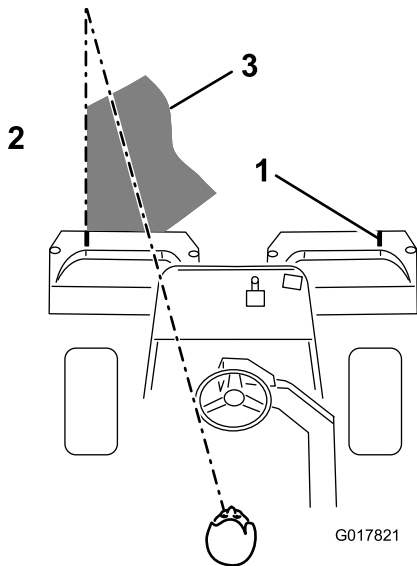

図 39
- 行きと帰りでのオーバーラップができるだけ小さくなるように運転します。グリーン内をぶれずにきれいに直進し、刈り込みの済んだ列との距離を一定に保って走るためには、車体前方 1.8 から 3 m のところに視線を置いて、刈り込み済みの済んでいる列にラインを合わせるようにするのがコツです (図 39)。ハンドルを目印にして距離を合わせても良いでしょう。その場合、ハンドルの縁と本機前方の目標ラインとを重ねて見ながら運転します (図 39)。